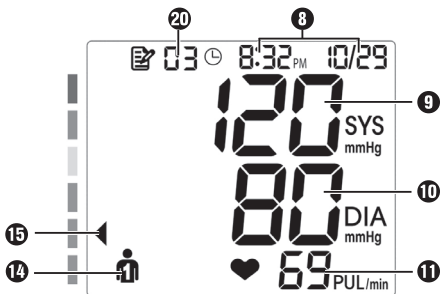

Fig. 1
- Vous pouvez interrompre la mesure à tout moment en appuyant sur la touche marche/arrêt 2 ①, ce qui dégonfle automatiquement le brassard 23.
- Le symbole  du contrôle du positionnement du brassard 16 apparaît à l'écran ①, lorsque le brassard 23 est correctement placé pour le mesurage. Si le brassard 23 n'est pas assez serré,  et le symbole  apparaissent et le mesurage est interrompu. Éteignez l'appareil, corrigez le positionnement du brassard et répétez la mesure.
- Si vous bougez ou parlez pendant le mesurage, il est possible qu'il ne soit pas effectué correctement. Sur l'écran ❶ apparaît $E-04$ avec le symbole ❷ de l'indicateur de mouvement ❷, et le mesurage est interrompu. Éteignez l'appareil et répétez la mesure.
- Lorsque le mesurage a été effectué correctement, le brassard ❸ se dégonfle instantanément. Les valeurs obtenues apparaissent à l'écran ❶, comme représenté dans la fig. 1 par exemple :